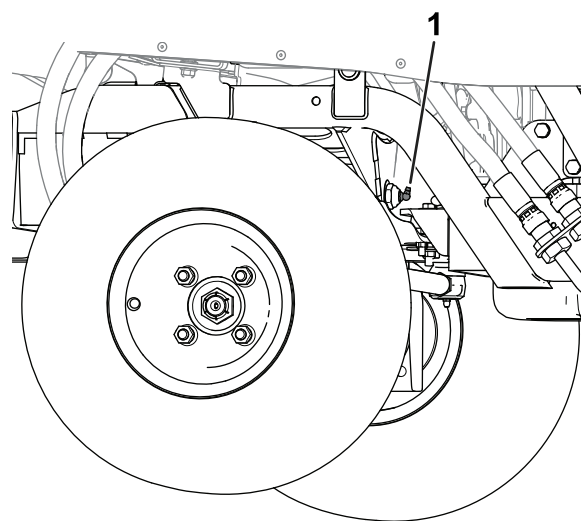

Figura 49
- Pino de articulação do eixo (Figura 49)